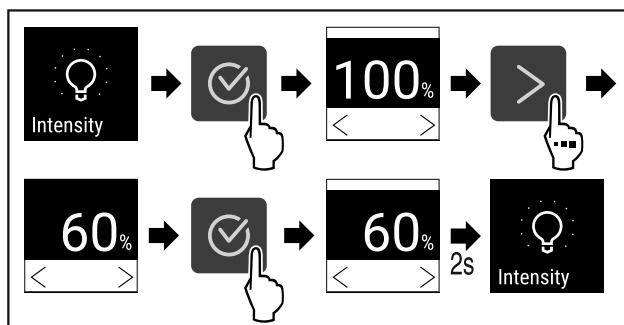

Fig. 89
- ▶ Vykonať kroky akcie (pozri Fig. 89).